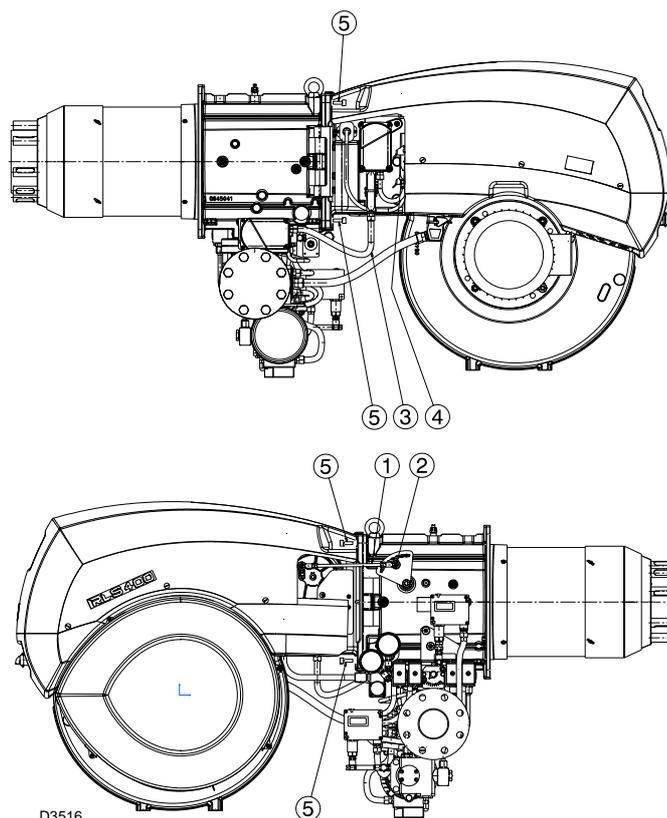

Fig. 40
- Togliere il tirante 1)(Fig. 40) della leva movimento testa, allentando il dado 2).